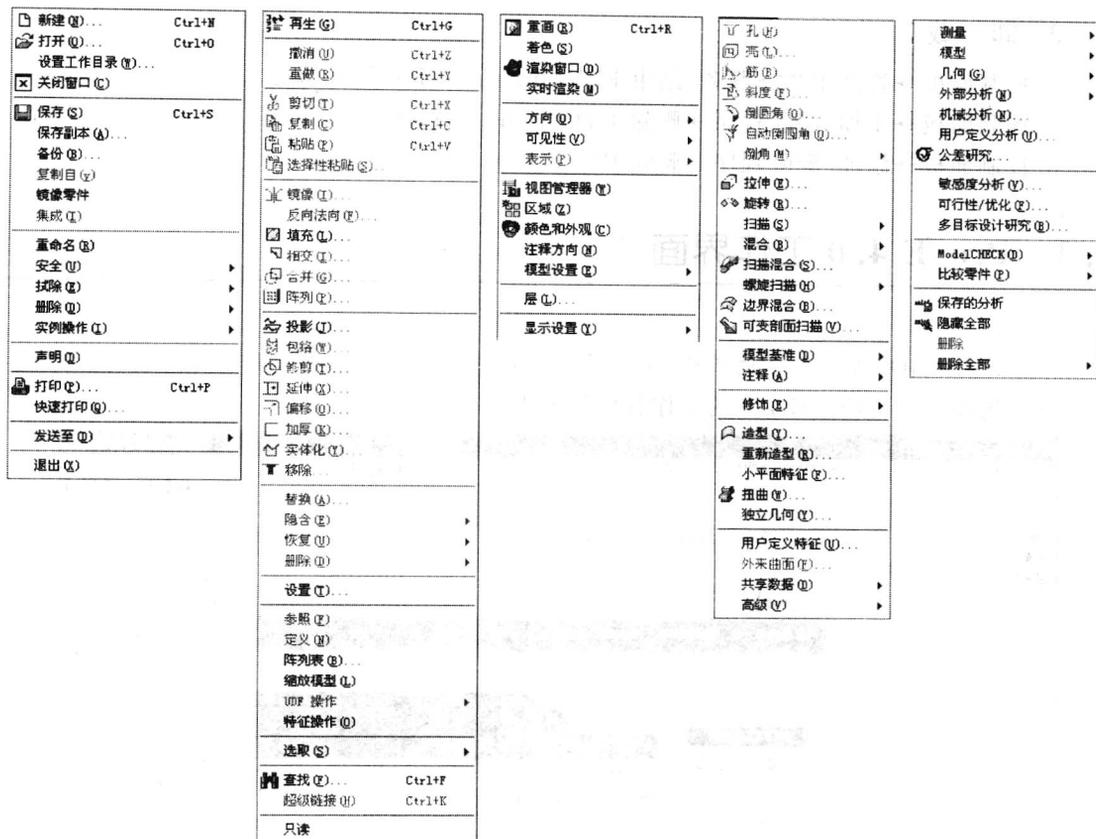
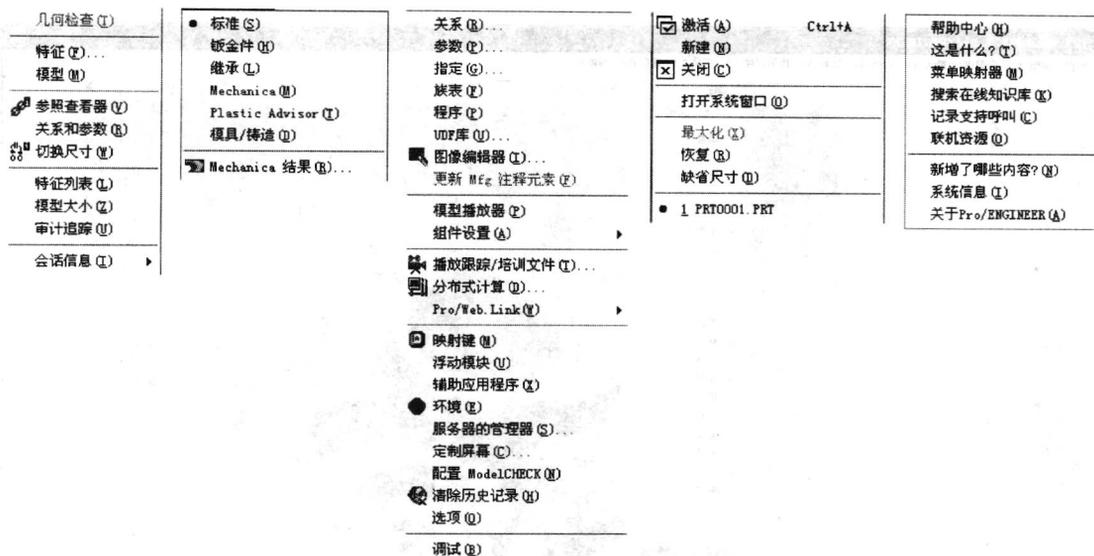

图 1-7
图 1-8
Pro/E 4.0 的菜单栏包括文件、编辑、视图、插入、分析、信息、应用程序、工具、窗口和帮助菜单项,如图 1-7 和图 1-8 所示。
- 文件菜单:主要用于对 Pro/E 4.0 文件的管理,包括新建、打开、设置工作目录、保存、导入和导出文件、路径配置和退出等命令,如图 1-7 所示。